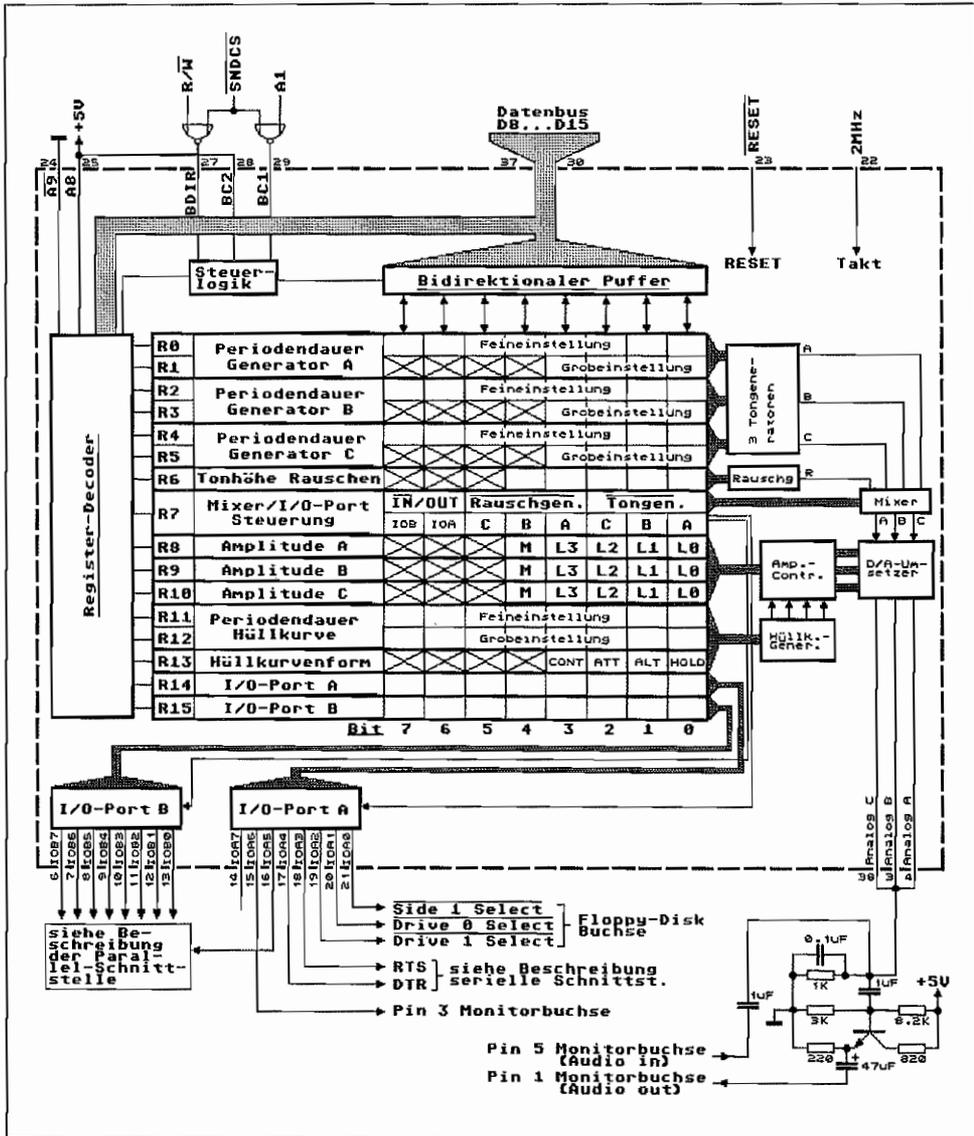

Abb. 3.1: Die Einbindung des Soundchips in die ST-Hardware
**R14/R15** Über Register 14 und 15 wird der Datentransport mit den beiden I/O-Ports des PSG abgewickelt. Port A ist beim ST als Ausgang geschaltet und kontrolliert einige Floppy-Disk-Steuereleitungen sowie Steuerleitungen der seriellen und parallelen Schnittstelle (siehe Abbildung 3.1).
Wie schon der Schaltungsauszug (Abbildung 3.1) zeigt, sind die drei Tonausgänge des PSG direkt miteinander verbunden.